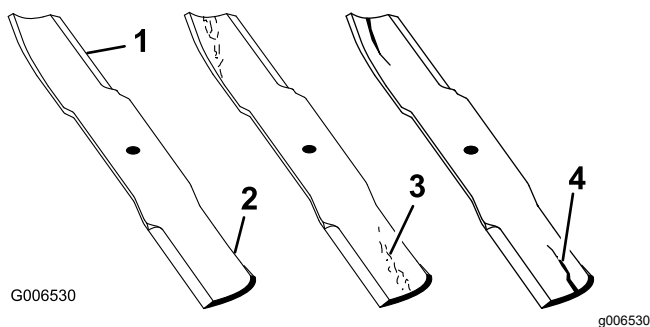

Figura 75
1. Controllate i taglienti (Figura 75).
4. Se notate incrinature, usura o scanalature in questa zona, montate immediatamente una nuova lama (Figura 75).